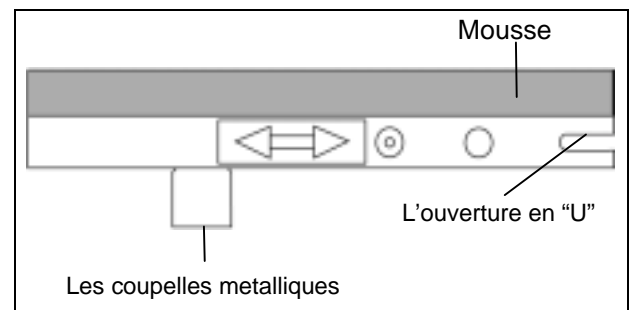

Figure 1
1. Placer les quatre (4) canaux d'aluminium en carré, mousse vers le haut. Glisser l'ouverture en « U » sur l'extrémité de chaque canal (fig. 1) et du gousset de coin vers les oeillets de laiton jusqu'au verrouillage.
9. Pousser la tige de support vers le bas et insérer le bout supérieur de la tige dans la coupelle sur le cadre de la hotte (fig. 1).